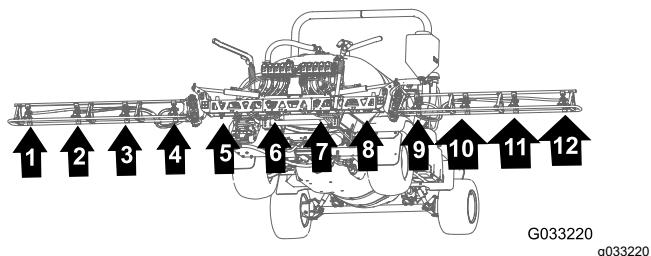
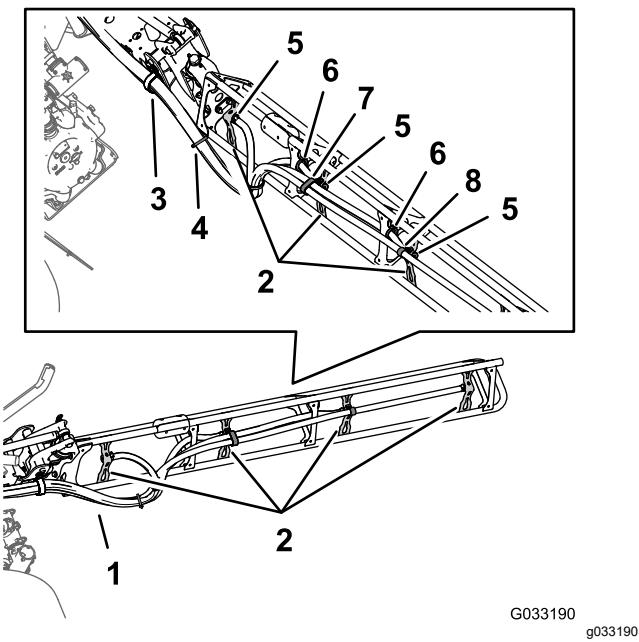

Рисунок 75
Рисунок 76
- Проложите шланги подачи распылительных сопел 1, 2, 3 и 4 через R-образный хомут в левом наружном конце средней секции стрелы (Рисунок 75 и Рисунок 76).
2. Проложите шланги подачи распылительных сопел 7, 8, 9 и 10 через R-образный хомут в правом наружном конце средней секции стрелы (Рисунок 75 и Рисунок 76).
3. Проложите шланги подачи длиной 279 см и хвостовики шланговых штуцеров типа «елочка» ($\frac{3}{4}$ дюйма) вдоль секции стрелы к распылительным соплам 1 и 10, как показано на Рисунок 75 и Рисунок 76.
4. Проложите шланги подачи длиной 234 см и хвостовики шланговых штуцеров типа «елочка» ($\frac{3}{4}$ дюйма) вдоль секции стрелы к распылительным соплам 2 и 9 вдоль секции стрелы, как показано на Рисунок 75 и Рисунок 76.
5. Проложите шланги подачи длиной 188 см и хвостовики шланговых штуцеров типа «елочка» ($\frac{3}{4}$ дюйма) вдоль секции стрелы к распылительным соплам 3 и 8, как показано на Рисунок 75 и Рисунок 76.
«елочка» ($\frac{3}{4}$ дюйма) вдоль секции стрелы к распылительным соплам 4 и 7, как показано на Рисунок 75 и Рисунок 76.
7. Соедините 4 шланга распылительных сопел в пучок с помощью кабельной стяжки, как показано на Рисунок 76.